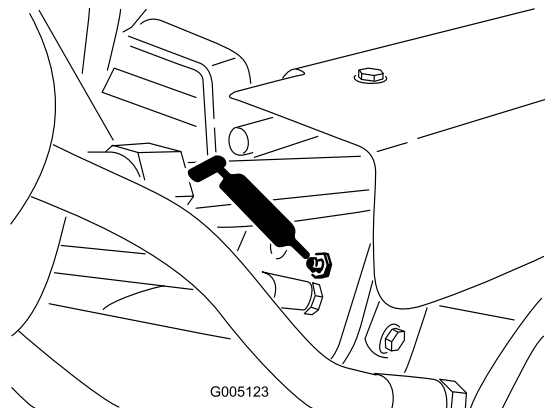

Figura 35
- Cilindros de elevação (3) (Figura 35)